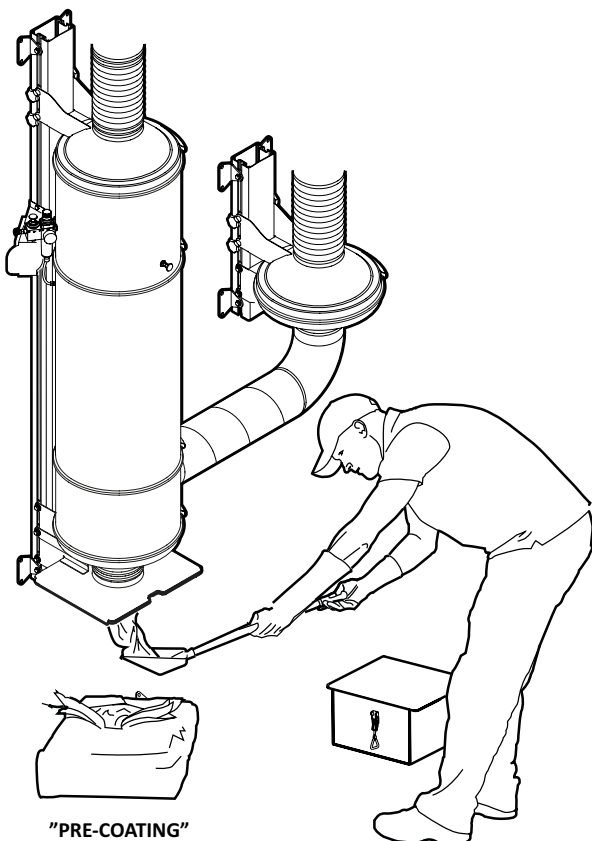

Fig. 8
2. Encienda el ventilador a la máxima velocidad y aspire todo el polvo. Dispense el polvo en un flujo uniforme de modo que la velocidad de aspiración sea aproximadamente de 20 s/1 kg, consulte la **Fig. 8**.